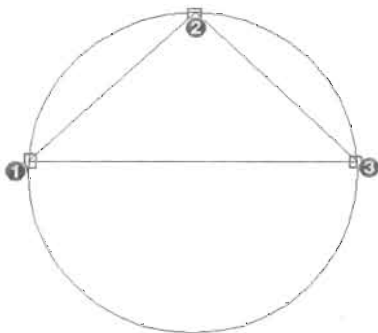

图 3-64
(4) 采用三点法绘制一个圆,如图 3-64 所示,命令执行过程如下。